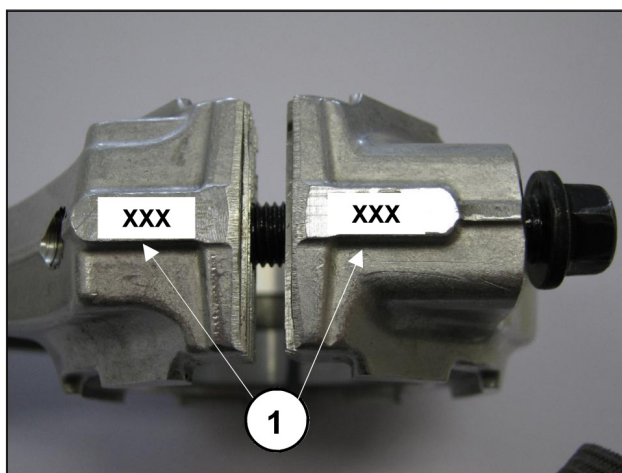

Fig. 9
- Emparelhe os chapéus da haste em suas respectivas hastes, referindo-se à numeração (Fig. 9, pos. ①). **Preste atenção na direção correta da montagem dos chapéus.**